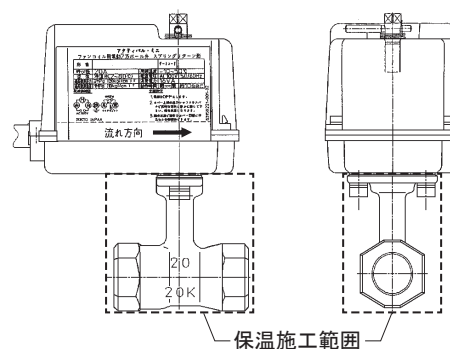

図11 保温施工範囲
- 保温施工は、ロングネック形を使用し、『図11』の [] の範囲内で処理してください。